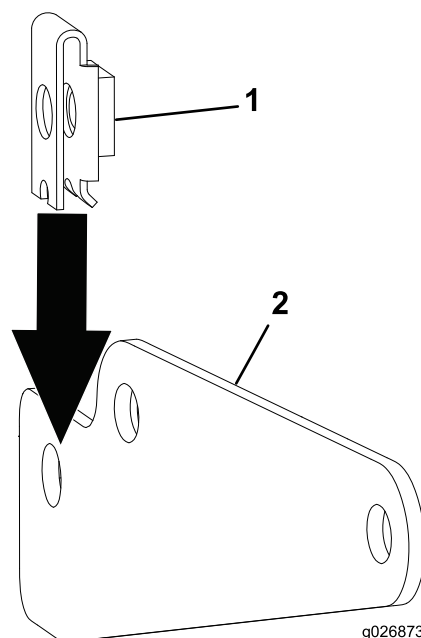

Figura 7
1. Instale a porca de retenção no apoio de articulação (Figura 7).